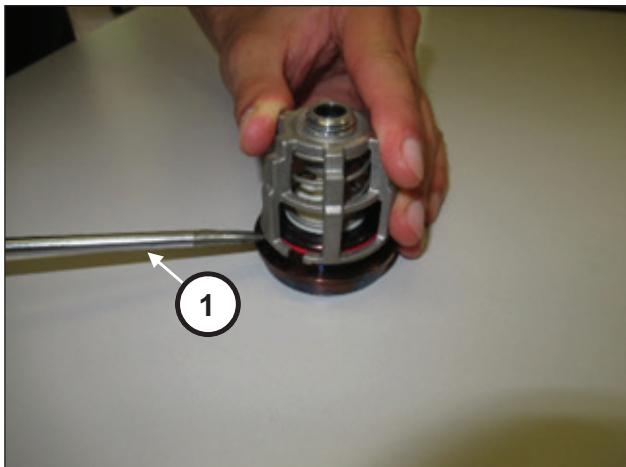

Fig. 106
Desmontar los grupos válvula de aspiración y envío haciendo palanca con una herramienta (pos. ①, Fig. 106).